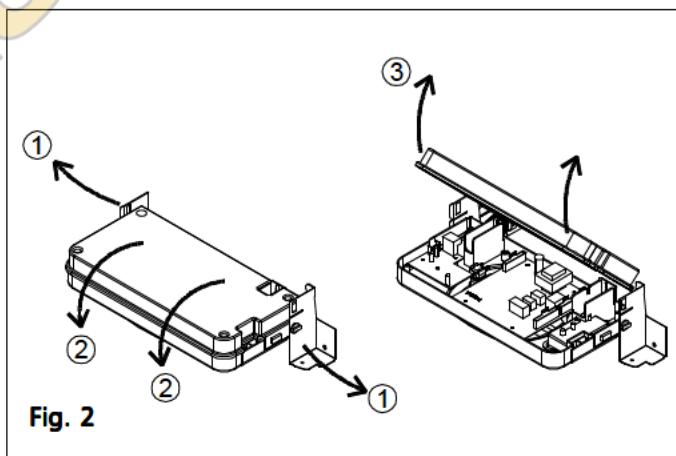

Fig. 2
- Отогните наружу 2 опорных кронштейна (рис. 2) и поверните заднюю сторону панели управления вниз.
- Открутите 4 фиксирующих винта (рис. 2) и снимите заднюю сторону панели управления с передней стороны.